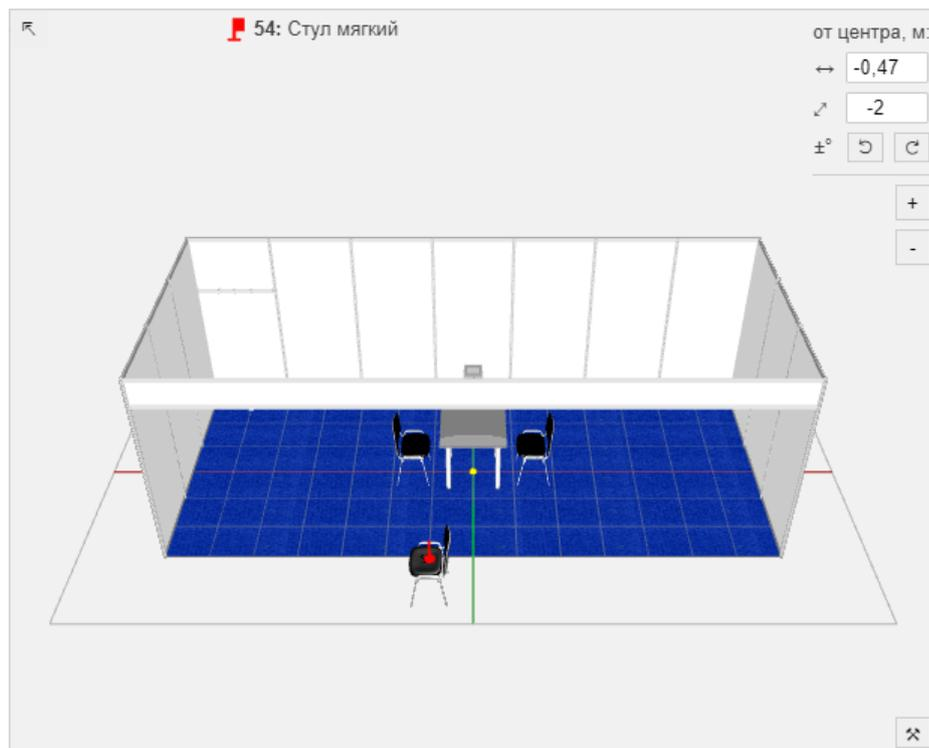

Рис.4
6. После указания количества оборудования оно появится рядом с 3D изображением стенда. (Рис.4). Его необходимо переместить в нужное вам место на стенде. Для этого на базовой точке оборудования (красный флажок) кликните и удерживайте левую клавишу мыши и не отпуская переместите оборудование в нужное место на стенде. Для вращения оборудования (вращение происходит относительно базовой точки – флажка) нажмите соответствующие клавиши поворота в верхнем углу 3D изображения. (Рис.5). При изменении размера стенда, стандартное оборудование необходимо будет перенести в нужное место.